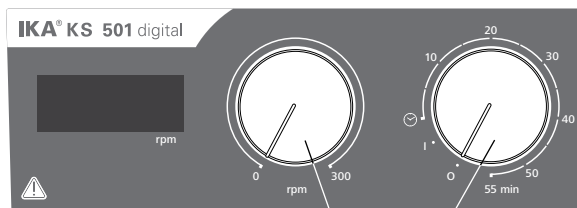

Fig. 3
- ☞ Zariadenie sa zapína otočením gombíka „**Zap/Vyp**“ a „**Časovač**“ (**B**, pozri **Fig. 3**) v smere hodinových ručičiek do polohy „**1**“.
- ☞ Regulačným gombíkom „**Otáčky**“ (**C**, pozri **Fig. 3**) nastavte otáčky motora. Rozsah nastavenia otáčok motora je 0 až 300 rpm.